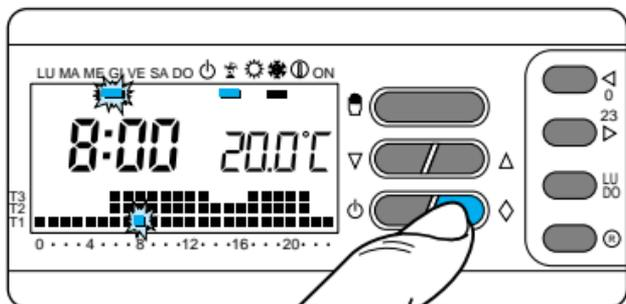

Fig. 49
**9.8** - Pulse el botón ◇ (fig. 49).